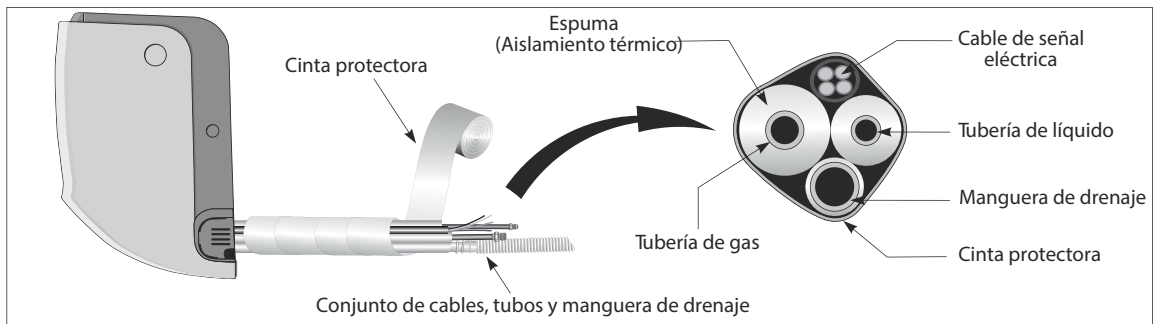

Figura 15.
- Junte los tubos del sistema de refrigeración, el cable de señal y la manguera de drenaje firmemente con cinta aislante o protectora de manera uniforme como se ilustra en la figura 15.
- Ubique la manguera de drenaje en la parte inferior y el cable de señal eléctrica en la parte superior de los tubos de refrigeración, Ver figura 15.